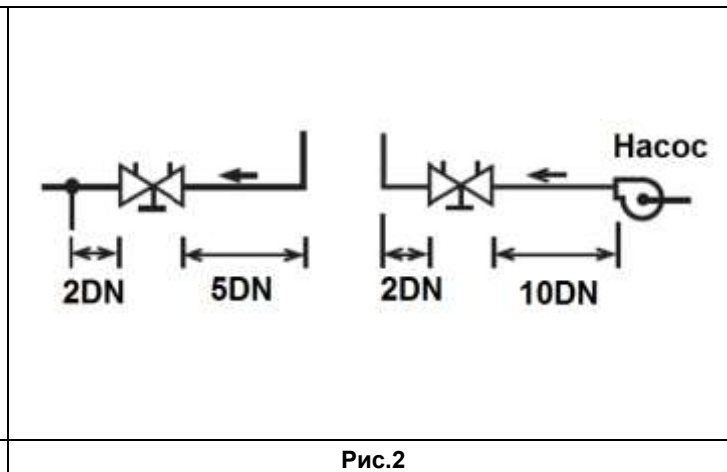

Рис.2
Для правильной работы клапана нужно соблюдать соответствующую длину отрезков: перед клапаном 5хDN и после клапана 2хDN, и не менее 10хDN на участке после насоса (см. рис.2).
- 6) Чтобы проверить заданное значение необходимо закрыть клапан и значения будут равны 0,0 кольца, поверните маховик до упора, и показания будут соответствовать значению клапана по умолчанию (5,6 кольца, см. рисунок 2).